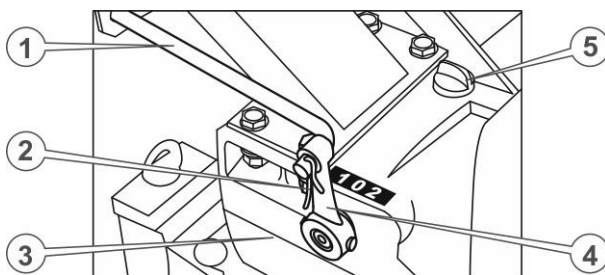

Рис. 4.4.
- Установить рычаг переключения передач, продев его в ушко на руле и вставив концевым загибом в отверстие в коромысле на коробке переключения передач (см. рис. 4.4.), зафиксировать рычаг шплинтом.
При заправке или доливке масла установите мотоблок на ровную горизонтальную поверхность, поочередно открутите пробки-щупы и проконтролируйте с их помощью уровни масла в двигателе и коробке передач (см. рис. 4.4.), залейте в